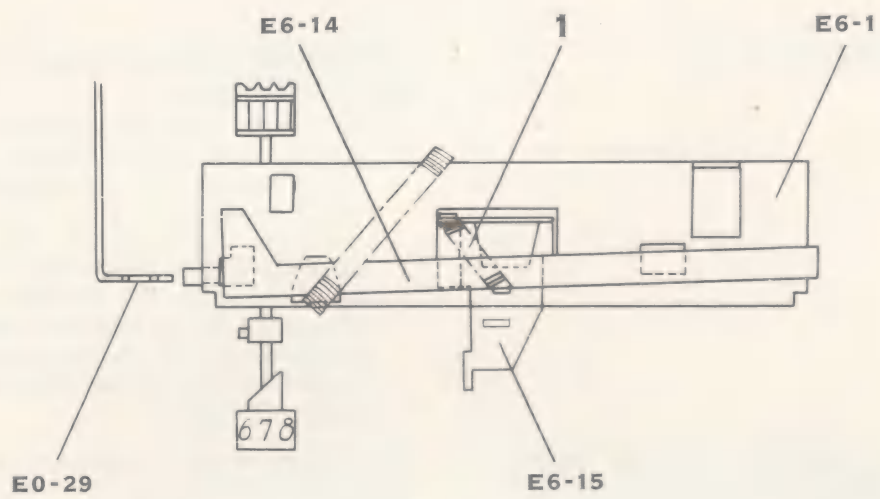

FIG. 11
- 1.1. Der Vorwärtstastenarm ist zur Anlage auf die 6^o Hauptachse niederzudrücken, und die Divisionslöschklinke E6-15 muss dann so stehen, dass die Kerbe an deren Umbiegung 1-1,5 mm unter dem Zahn (siehe Fig. 11) des Divisionslöschers E6-13 steht.